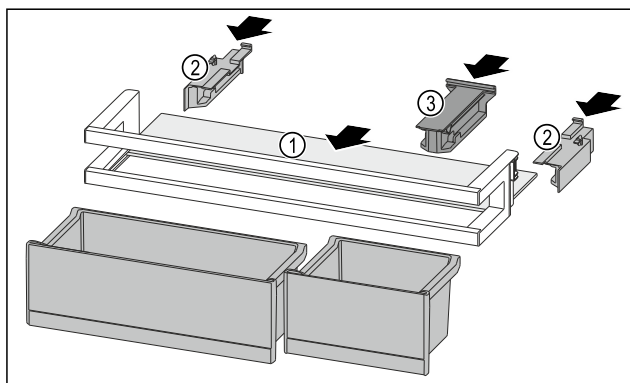

Fig. 226
- Futni raftin mbajtës Fig. 226 (1) në fole të anësore.
- Vendorsni pjesët anësore Fig. 226 (2).
- Vendorsni pjesën mbajtëse Fig. 226 (3).